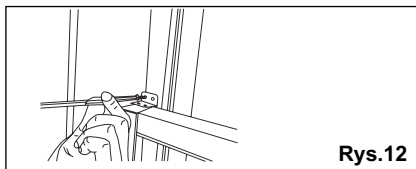

Rys.11
3. Zamknąć skrzydło okienne, dociskając je do zestawu przesuwnego. (Rys. 11)
4. Wkręcić dwa wkręty 12,7 mm, by przymocować zestaw przesuwny do skrzydła okiennego. (Rys. 11)
5. Zamocować zestaw przesuwny do parapecetu (Rys. 11):